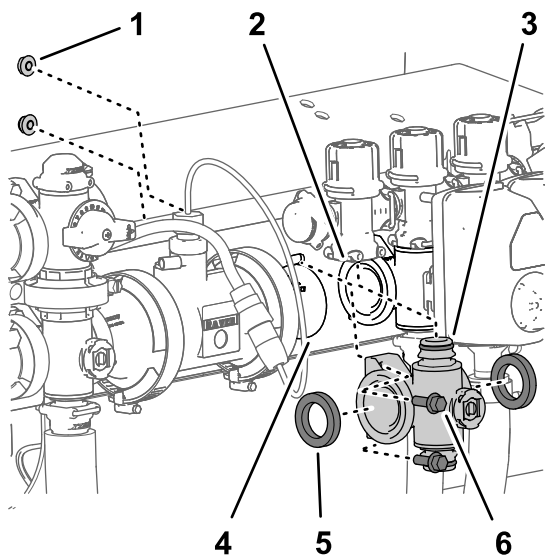
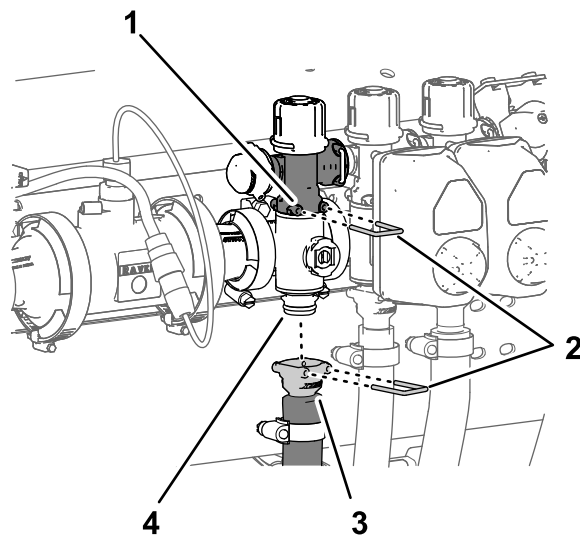

Bild 132
Bild 133
1. Fluchten Sie die zwei Dichtungen, die Sie in Entfernen des Abschnittventilverteilers (Seite 90) entfernt haben, mit den Flanschen des Abschnittventilverteilers aus (Bild 132).
2. Fluchten Sie den Flansch des Abschnittventilverteilers zwischen den Flanschen der anderen Abschnittventile und/oder dem Kuppungsadapter aus (Bild 132).
3. Befestigen Sie das Schnellkuppungsanschlussstück des Abschnittventilverteilers mit einem Schnellkuppungsstift am Schnellkuppungsunterteil des Abschnittsicherheitsventils (Bild 132 und Bild 133).
Entfernen des Abschnittverteilerventils (Seite 90) entfernt haben, an der Ventilstütze (Bild 132).
8. Befestigen Sie die Schnellkupplung des Abschnittschlauchs mit dem Schnellkupplungsstift am Schnellkupplungsanschlussstück des Abschnittventilverteilers (Bild 133).